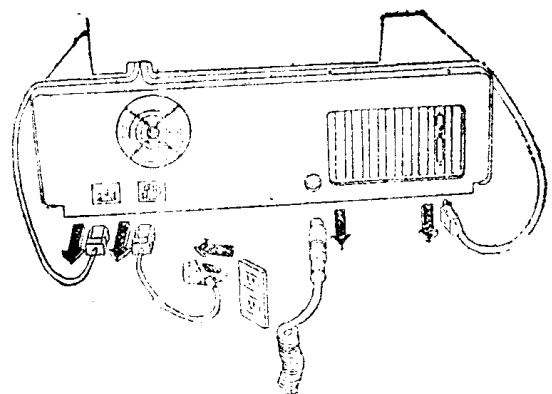

图 2.1-2
5. 从系统主机背面拆去所有电缆，并记下它们的位置。（见图2.1-2）